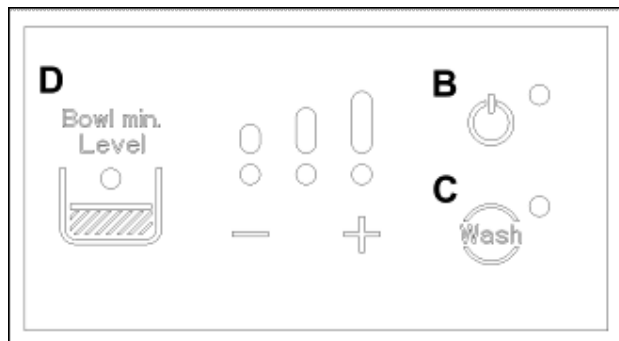

Fig. 39
- *L'accensione del LED di segnalazione del livello del prodotto D e il LED di accensione B (Fig. 39) con contemporanea attivazione di un segnale acustico indica che il livello del prodotto nella vasca superiore è troppo basso ed è necessario procedere a un rabbocco; al verificarsi di queste condizioni l'apparecchiatura si blocca e solo il sistema di erogazione potrà essere attivato, se necessario, fino al ripristino di un livello di prodotto adeguato.*